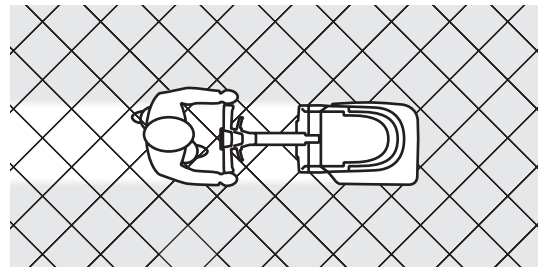

Abbildung 4
*Für besseres Trocknen der Fliesenfugen empfiehlt es sich - wenn möglich - entsprechend Abbildung 4 diagonal zur Richtung der Bodenverlegung vorzugehen.*